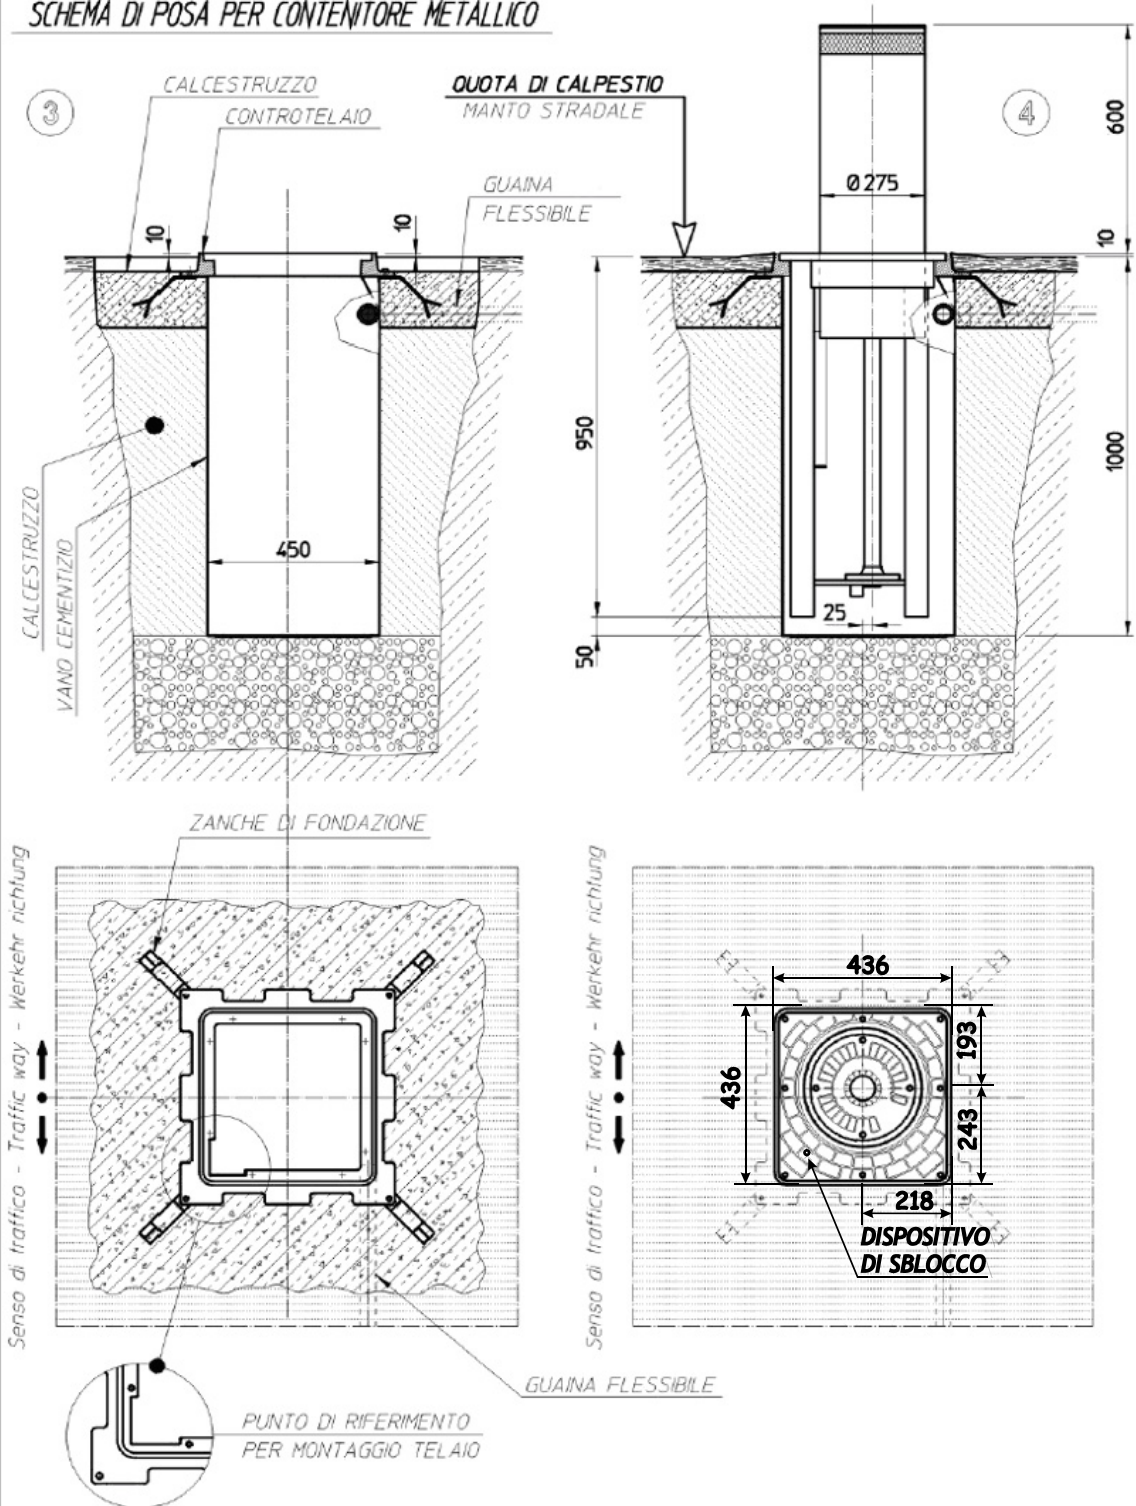
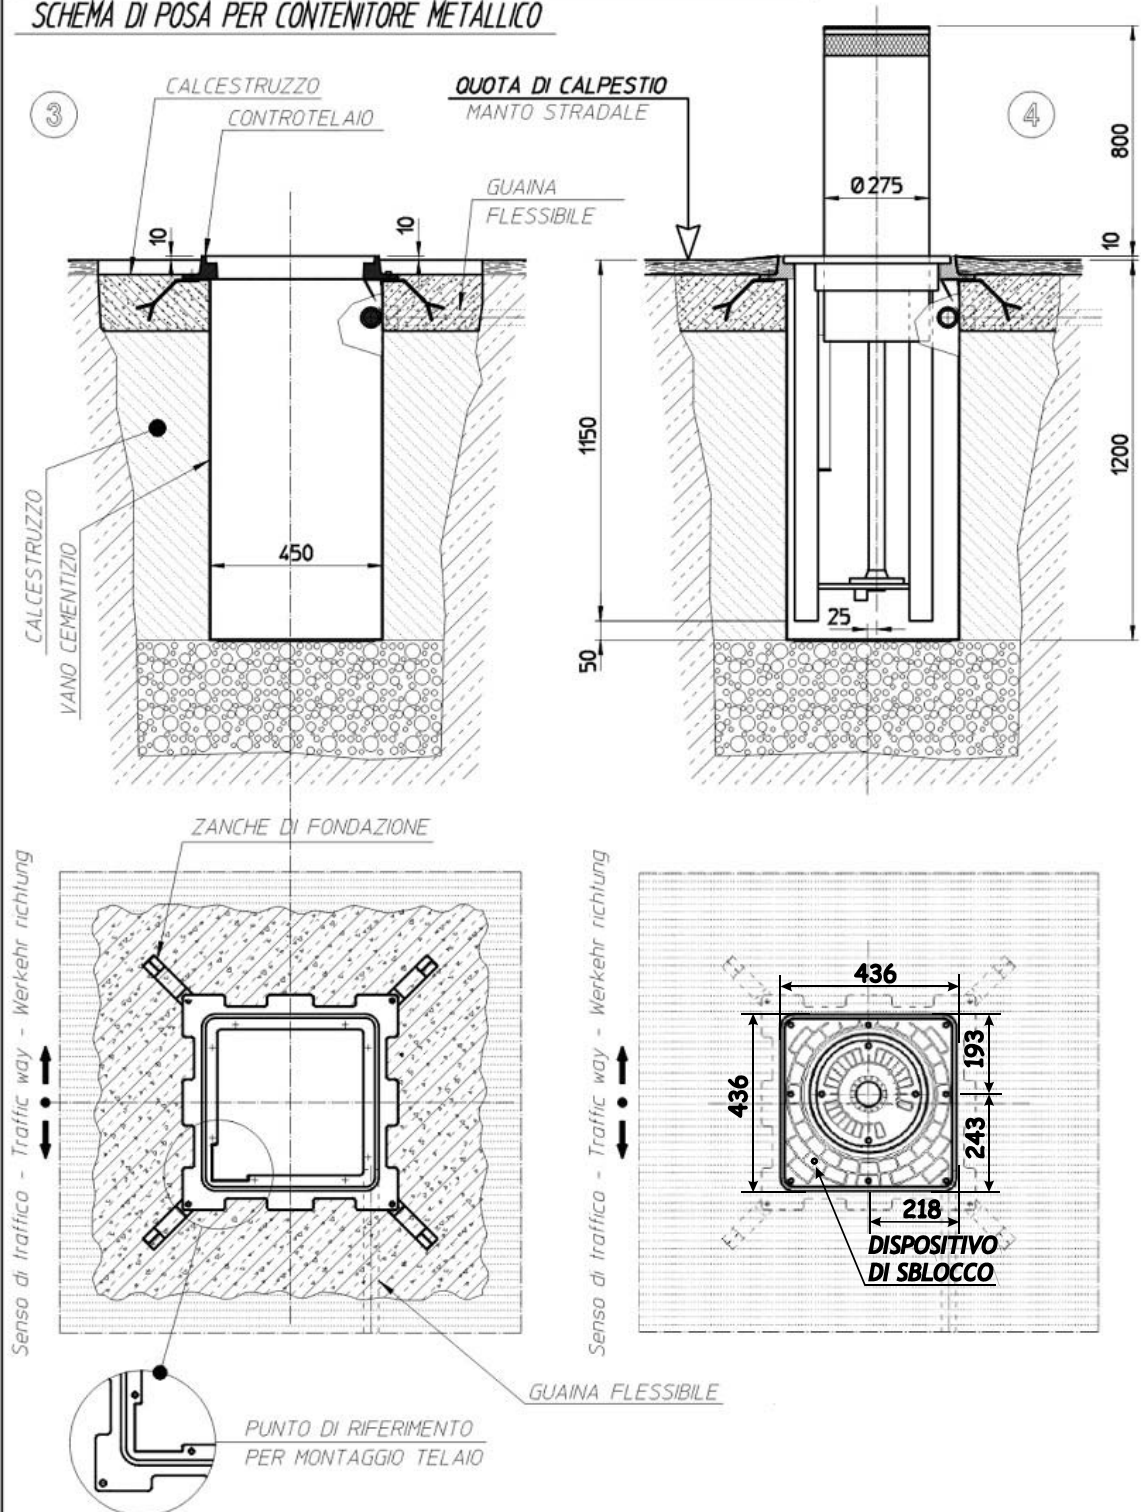

Fig. 3
Fig. 4
- 7) Immettere calcestruzzo tutt'intorno al pozzetto, fino a 10cm circa dalla quota di calpestio, accertandosi che le zanche a corredo del pozzetto siano opportunamente posizionate. A pozzetto posato, eseguire la finitura del manto stradale con lo stesso tipo di materiale (fig. 3 e fig. 4).